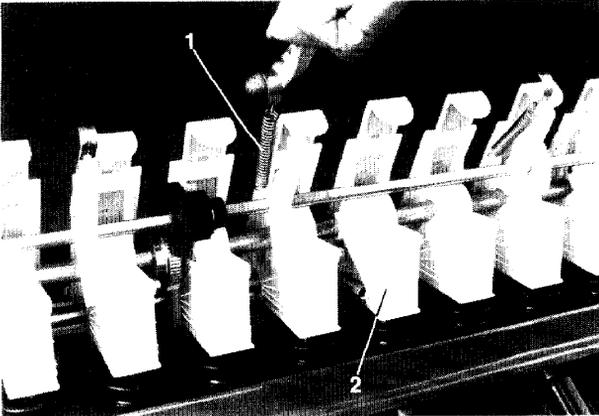

Fig. 114
- Die Vorgelegewelle der Särad-Fahrgassenschaltung (falls vorhanden) wird nach dem Lösen der Zugfedern (Fig. 114/1) mit den Schwenklagern heruntergeklappt.
- Die Drucklager (Fig. 114/2) nach dem Entspannen der Zugfedern abnehmen.